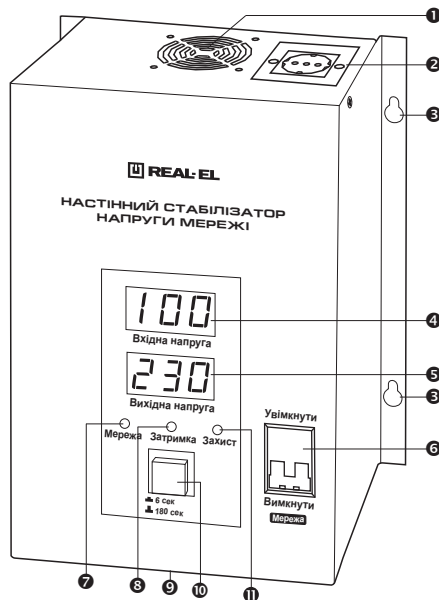

Рис. 1. Передняя панель WM-5
4. ОПИСАНИЕ (см. рис. 1 – 7)
- ❶ Вентилятор
- ❷ Выходная розетка на 16 А (макс.)
- ❸ Отверстия Ø 6 мм для настенного крепления
- ❹ Цифровой индикатор входного напряжения: по умолчанию отображается уровень входного напряжения; «Н» – отображается при отключении из-за повышенного напряжения; «L» – отображается при отключении из-за пониженного напряжения; «t» – отображается при срабатывании защиты от перегрева
- ❺ Цифровой индикатор выходного напряжения: показывает уровень входного напряжения; во время паузы работает как таймер обратного отсчета времени до включения стабилизатора
- ❻ Автоматический выключатель стабилизатора
- ❼ Мережа: индикатор активен, если имеется напряжение на входе
- ❽ Затримка: индикатор активен во время отработки стабилизатором задержки 6 или 180 с
- ❾ Клеммная коробка
- ❿ Кнопка выбора времени задержки включения (6 или 180 с)